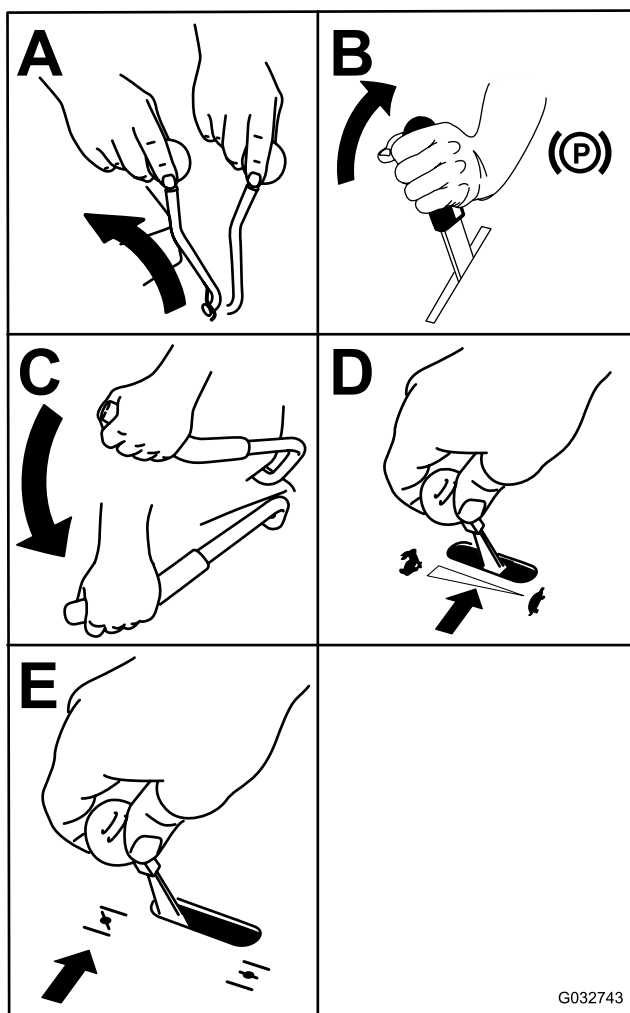

Figura 23
3. Deplasai maneta de cuplare a prizei de putere în poziția OPRIT (Figura 23).
6. Rotii cheia în poziția PORNIRE (Figura 23). După pornirea motorului, eliberai cheia.